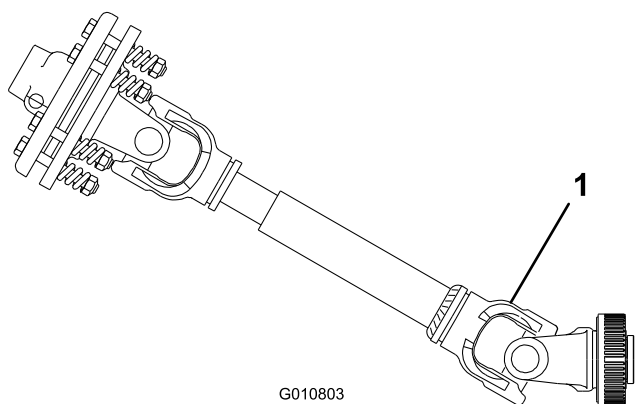

Рисунок 24
**Внимание:** При подсоединении ВОМ проследите за тем, чтобы аэратор не поднимался выше, чем это необходимо. Слишком высокий подъем машины приведет к поломке шарниров вала отбора мощности (Рисунок 24). Ни в коем случае не допускайте вращения ВОМ при поднятом аэраторе. Вал отбора мощности может работать при угле подъема до 25°, но когда аэратор находится в самом верхнем положении, угол не должен превышать 35°.